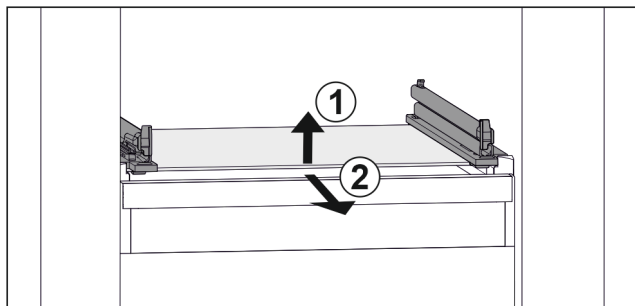

Fig. 53 玻璃隔板例图
► 抬起玻璃隔板前部。Fig. 53 (1)
► 向前取出玻璃隔板。Fig. 53 (2)